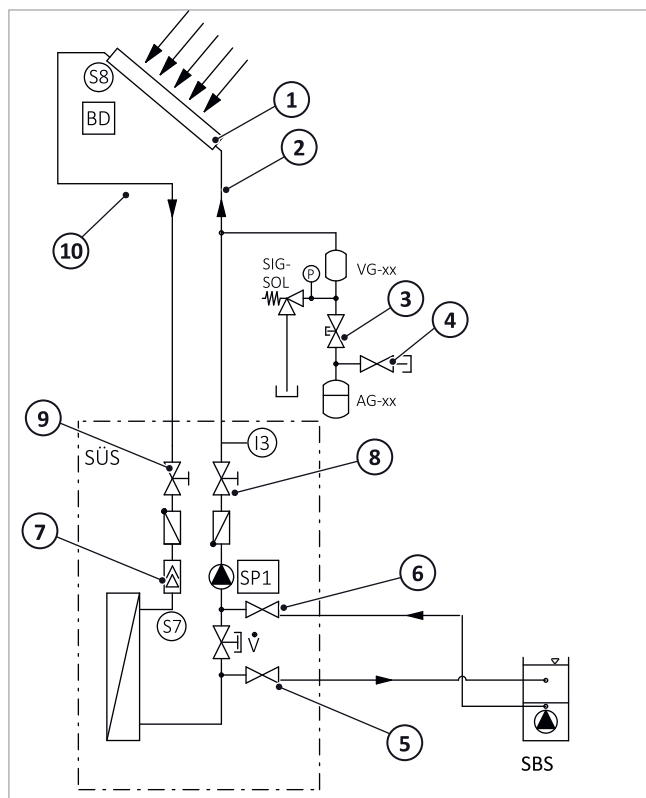

Abb. 129: Solarwärmeübergabestation: Spülen des Pumpenstranges
- Nach Neubefüllung des Solarkreises wird es im laufenden Betrieb zu Ausgasungen kommen, die sich im Luftfang der Station → Abb. 129, S. 58 (7) sammeln. Diese Ausgasungen nehmen mit zunehmender Betriebsdauer ab. In den ersten Tagen nach Inbetriebnahme daher täglich und anschließend je nach abgeschiedener Luftmenge in größeren Abständen den Luftfang entlüften und den Anlagendruck kontrollieren.